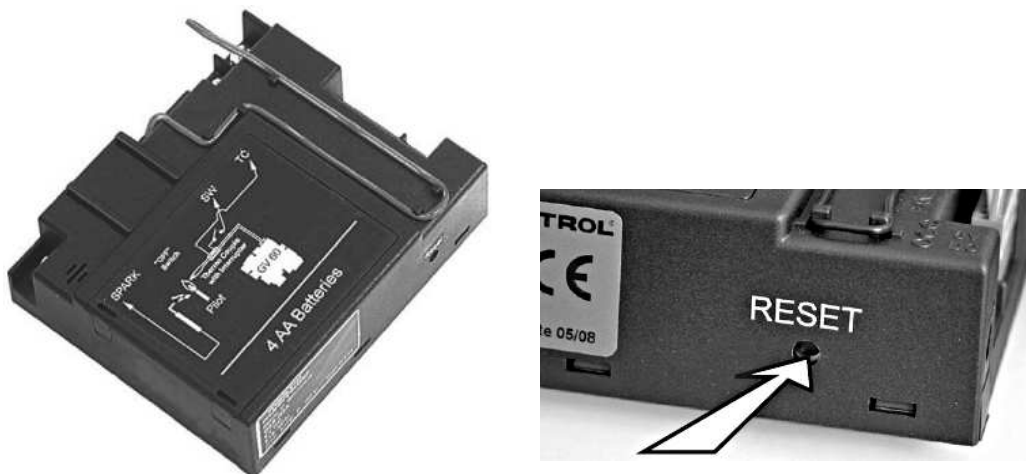

Abbildung 2: Empfänger “RESET” Taste
- Drücken Sie die **“RESET”** Taste auf dem Empfänger und halten Sie diese gedrückt, bis zwei Tonsignale ertönen. Siehe Abbildung 2. Lassen Sie die **“RESET”** Taste nach dem zweiten (etwas längeren) Tonsignal wieder los.